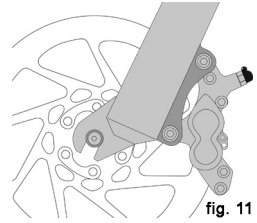
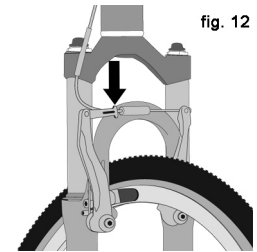

fig. 11
fig. 12
(1) frein sur la jante : désengagez le mécanisme de déblocage rapide du frein pour augmenter l'espace entre le pneu et les patins de frein (voir Section 4.C fig. 11 à 15).
(2) Frein sur la jante : désengagez le mécanisme de déblocage rapide du frein pour augmenter l'espace entre le pneu et les patins de frein (voir Section 4.C fig. 11 à 15).
(3) Système avec dérailleur : tirez le corps du dérailleur en arrière avec la main droite.
3. Certains types de frein de vélo, comme les freins à disque (fig. 11) et les freins à tirage linéaire (fig. 12), sont extrêmement puissants. Veillez à bien vous familiariser avec ces freins et soyez tout particulièrement attentif quand vous les utilisez.
La plupart des freins avec patins sur la jante sont équipés d'un système de déblocage rapide pour permettre aux patins de frein de ne pas bloquer le pneu quand vous déposez ou réinstallez une roue. Quand le système de déblocage rapide est ouvert, les freins ne fonctionnent pas. Vérifiez auprès du revendeur que vous comprenez bien comment le système de déblocage rapide des freins fonctionne sur votre vélo (voir fig. 12, 13, 14 et 15) et vérifiez-les avant chaque sortie pour vous assurer que les freins fonctionnent correctement.